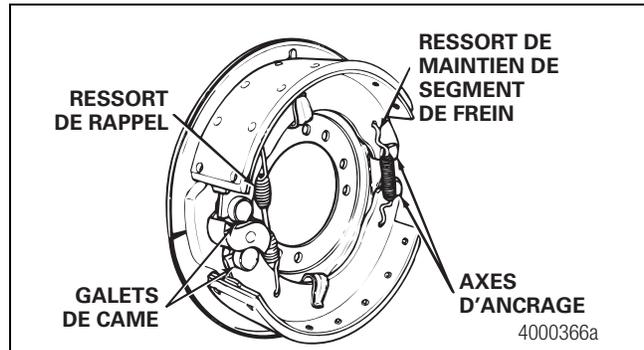

Figure 5.29
3. Installer le ressort de rappel décalé neuf de segment de frein en orientant le côté ouvert du crochet vers l'axe de came. Installer les segments de frein sur les axes d'ancrage. Figure 5.29.